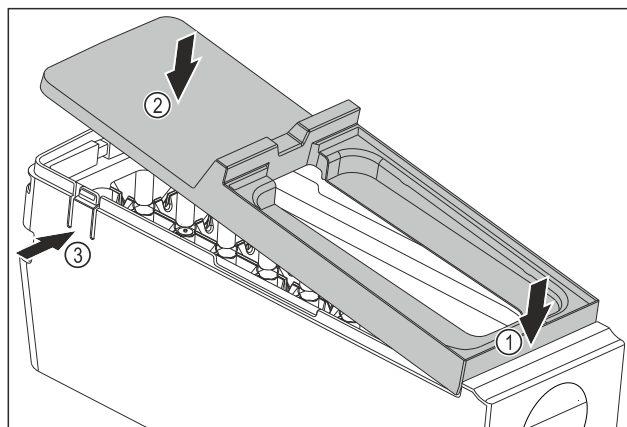

Fig. 175
- Встановіть кришку корпусу EasyTwist-Ice: Прикріпіть кришку спереду. Fig. 175 (1)
- Опустіть кришку ззаду. Fig. 175 (2)
- Кришка зі звуком фіксується в обох виступах Fig. 175 (3).